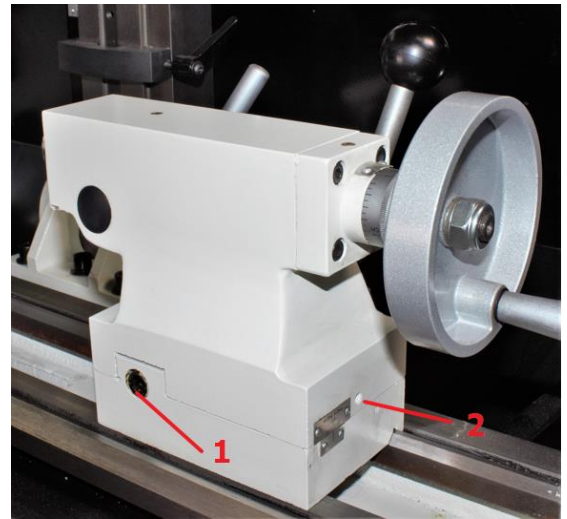

Рис. 14. Настройка смещения задней бабки: 1- настроечные винты, расположены симметрично друг к другу, 2 зажимной винт
Ослабьте зажим задней бабки, ручкой(9) рисунок 2(а) и шестигранным ключом на 3 мм отверните зажимной винт (рисунок 14) на несколько витков.
Ослабьте настроечные винты (рисунок 14) шестигранным ключом на 6 мм.